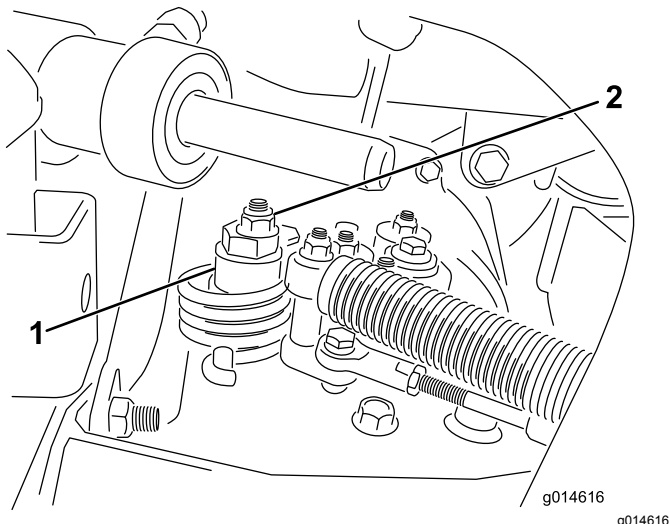

Figura 31
- A. Allentate il dado che fissa l'eccentrico alla parte superiore dell'igrostatato (Figura 31).
- C. Fate girare l'eccentrico finché non riscontrate movimenti in alcuna direzione. Quando la ruota cessa di girare, serrate il dado di bloccaggio dell'eccentrico per mantenere la messa a punto (Figura 31). Verificate la regolazione portando l'acceleratore in posizione di MINIMA e MASSIMA.